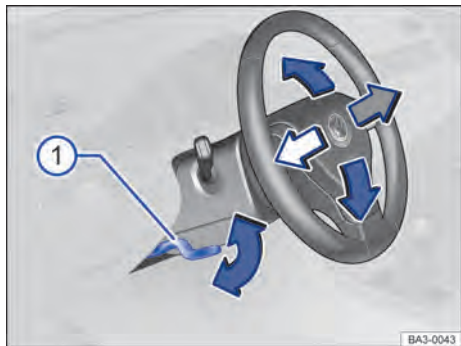

Fig. 65 Embaixo e a esquerda do volante junto com o revestimento da coluna de direção: alavanca de ajuste da posição do volante.
- Empurrar a alavanca para baixo segurando-a pelo seu manipulô → Fig. 65 ①.